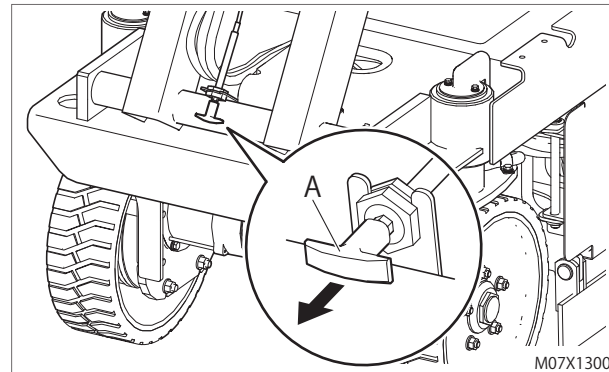

Abb. 9-3
- (1) Der Notablasshebel befindet sich auf der Vorderseite der Maschine (Abb. 9-3, A). Ziehen Sie den Handhebel heraus und senken Sie die Plattform ab.